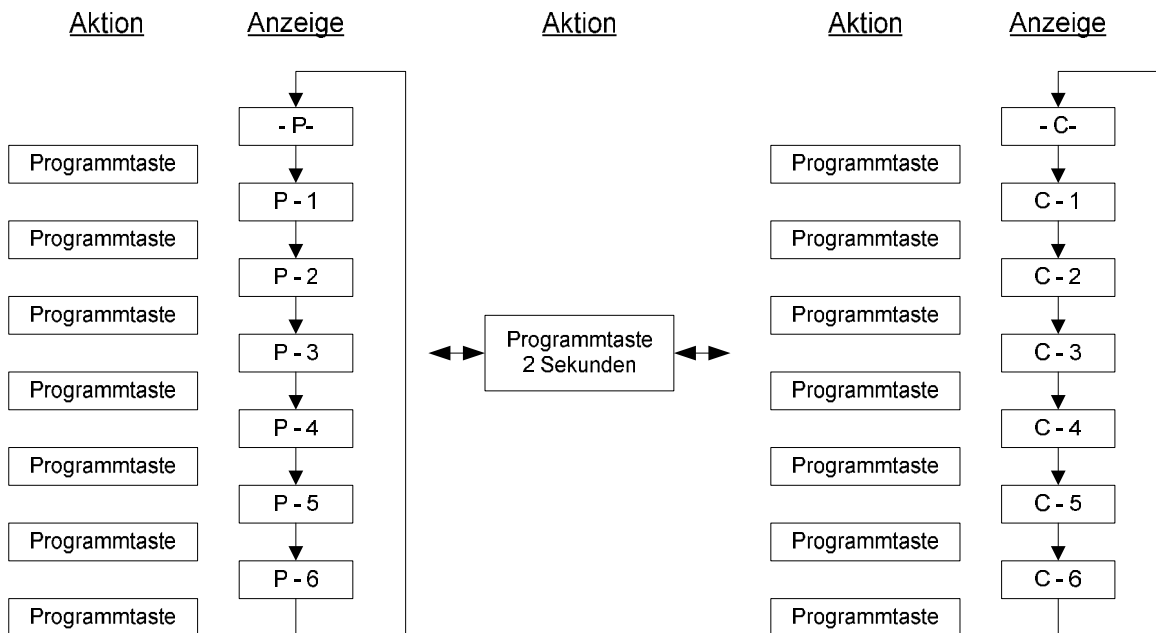

Abbildung 4: Auswahl der Festprogramme
Mit der Programmtaste (6) wählen Sie das gewünschte Festprogramm (vgl. Tabelle 1 und Abbildung 4) aus. In der Programmanzeige (2) wird jeweils das aktuell eingestellte Programm angezeigt.